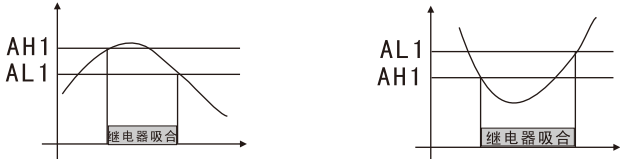

图1
- (2) 报警参数的修改方法与量程显示参数的设定方法相同。
- (3) 继电器的吸合值、释放值的设定说明（以AH1、AL1为例）AH1为继电器吸合值，AL1为继电器释放值。
- b) 设定AH1 > AL1，当测量值 $\geq$ AH1时，继电器吸合；当测量值 $\leq$ AL1时继电器释放；继电器动作情况见图1，常用于上限报警。